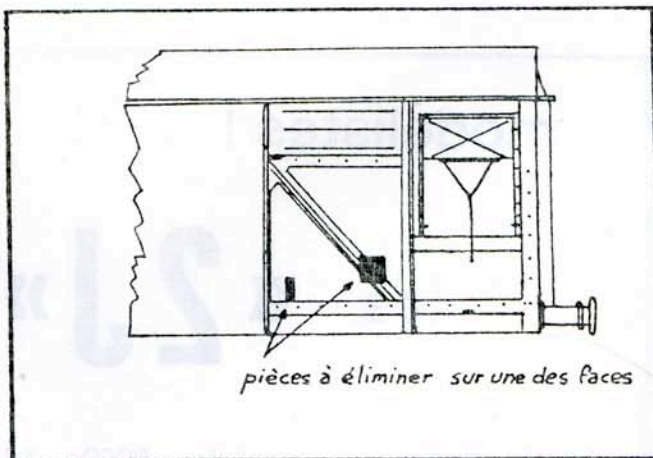

FIGURE.2.
- 5° Sur l'autre face latérale, l'emplacement de deux pièces est erroné, il faut les faire disparaître et en placer de nouvelles selon la même disposition que sur la première face. Voir Fig.2. Ces pièces seront découpées dans du plasticard.